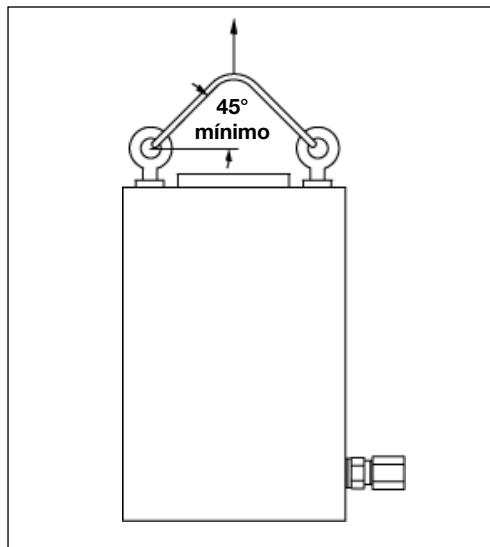

Figura 2 – Levantamento do Cilindro
**Aviso:** Use sempre olhais ao levantar o cilindro. Se não forem usados todos os olhais necessários, pode ocorrer uma queda inesperada do cilindro. As cintas de levantamento devem estar posicionadas em ângulo de 45° ou mais em relação à linha horizontal. Ver figura 2.